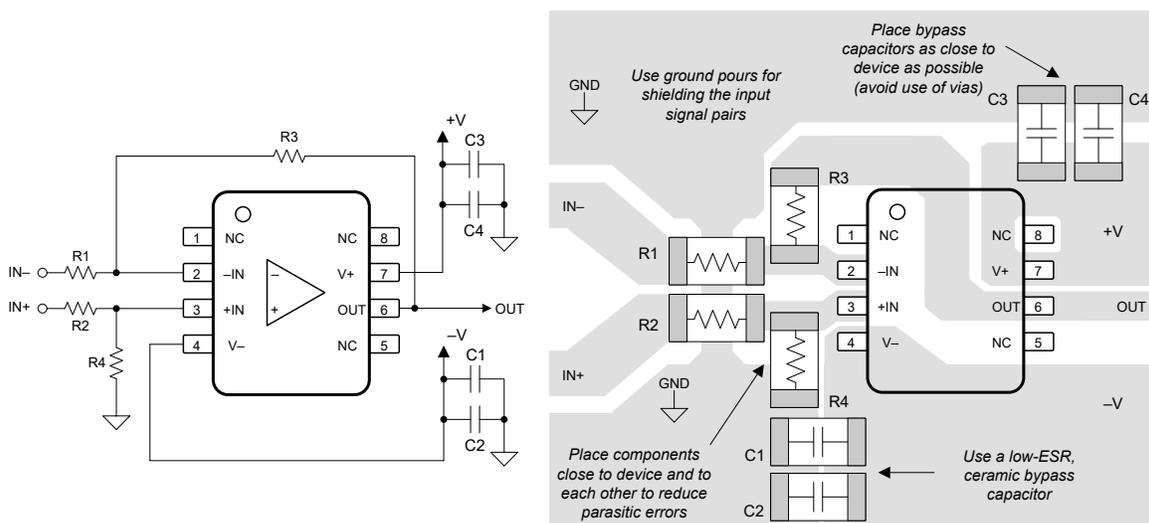

図 7-7. 差動アンプ構成のオペアンプ基板のレイアウト
- デカップリング コンデンサをデバイスのできるだけ近くに配置します。図 7-7 が示すように、帰還抵抗 (**R3**) とゲイン抵抗 (**R4**) は反転入力に近い位置に配置して、寄生容量を最小限に抑えます。